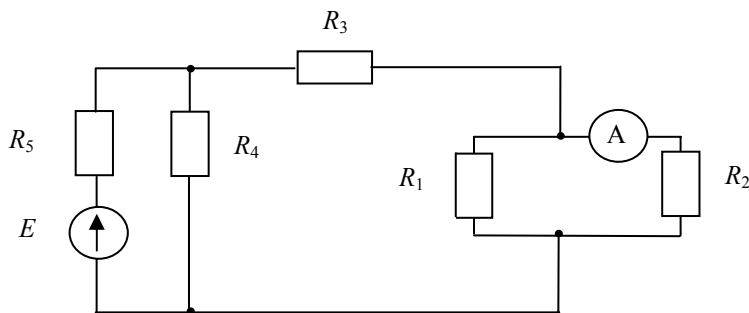

Рис. 2.21
2.2.6. Определить показания амперметра в электрической цепи (рис. 2.21), состоящей из источника  $E = 40$  В и сопротивлений  $R_1 = 30$  Ом;  $R_2 = 15$  Ом;  $R_3 = 6$  Ом;  $R_4 = 9$  Ом;  $R_5 = 2,25$  Ом.